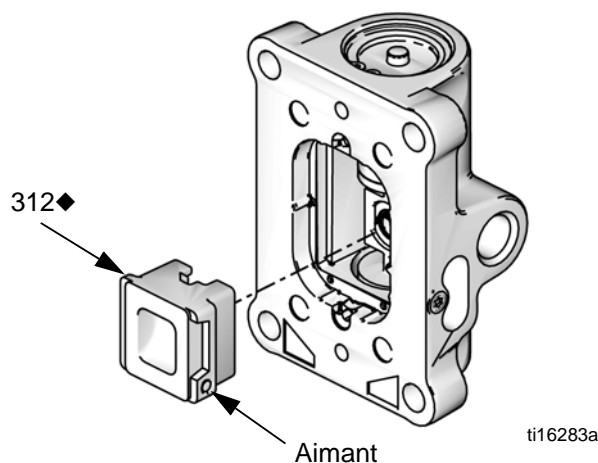

FIG. 11. Installation de la coupelle de vanne d'air
7. Installez le ressort (311♦). Lubrifiez et installez la coupelle de vanne d'air (312♦), voir FIG. 11. Alignez le petit aimant rond avec l'entrée d'air.